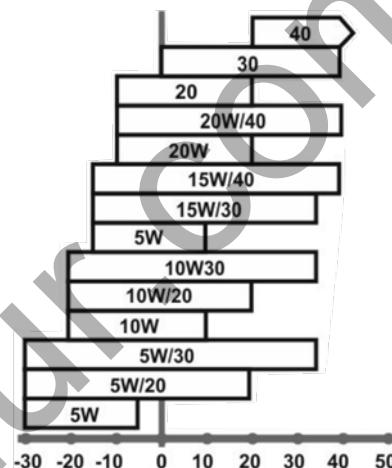

Рисунок 3. Залежність густини мастила від температури сезону.
1. Виріб постачається без моторного мастила у картері двигуна. Перед заправленням перевірити відповідність параметрів вибраного мастила рекомендаціям, вказаним на рис. 3.